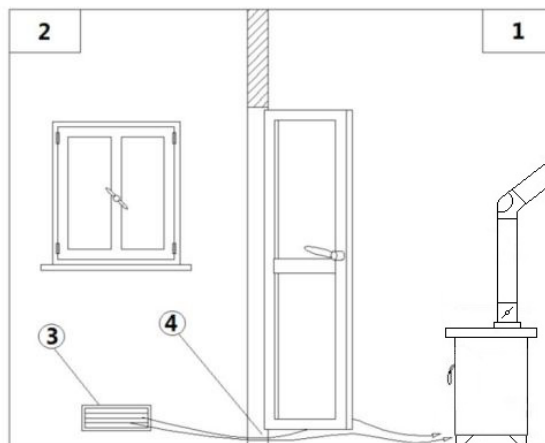
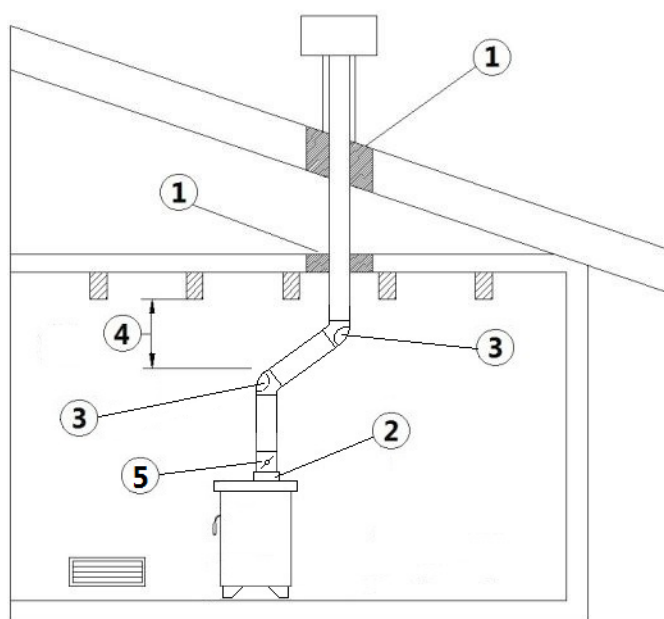

Fig. 6 - Indirectement depuis la pièce adjacente
Fig. 7 - Exemple 1
LÉGENDE Fig. 6 à page 30-Fig. 7 à page 30
- L'afflux d'air entre l'extérieur et la pièce peut se produire directement, à travers une ouverture dans les murs extérieurs de la pièce (solution conseillée voir **Fig. 6 à page 30** ou indirectement, par aspiration de l'air par des pièces proches de celle à ventiler (voir **Fig. 7 à page 30**).